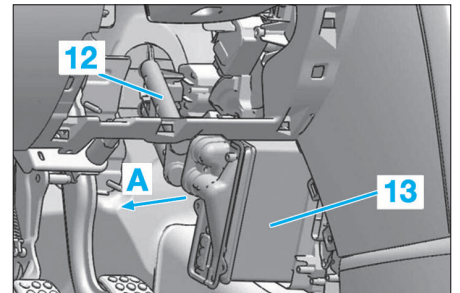

FIG. 25
- Dégager en (A), le radiateur de chauffage, puis déposer le tuyau (12) (Fig.25).